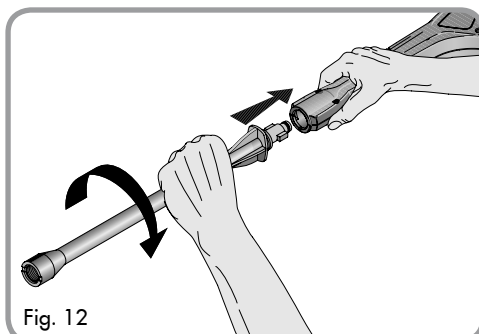

Fig. 12
2. Insert the lance into the gun by pushing firmly and simultaneously twisting a ¼ of a turn until locked into place. (Fig. 12)
2. Inserte la lanza en la pistola apretando a fondo y girándola al mismo tiempo de ¼ de vuelta hasta que quede encajada. (Fig. 12)